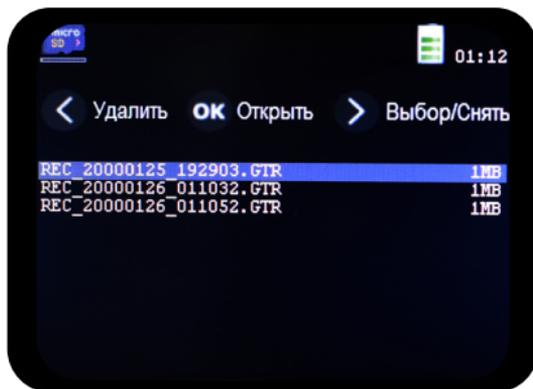

Рисунок 24. Меню «Файлы».
2.2.15 Меню «Файлы» позволяет просмотреть файлы с временным сигналом, записанных в режиме «Запись»(Рисунок 24,25).